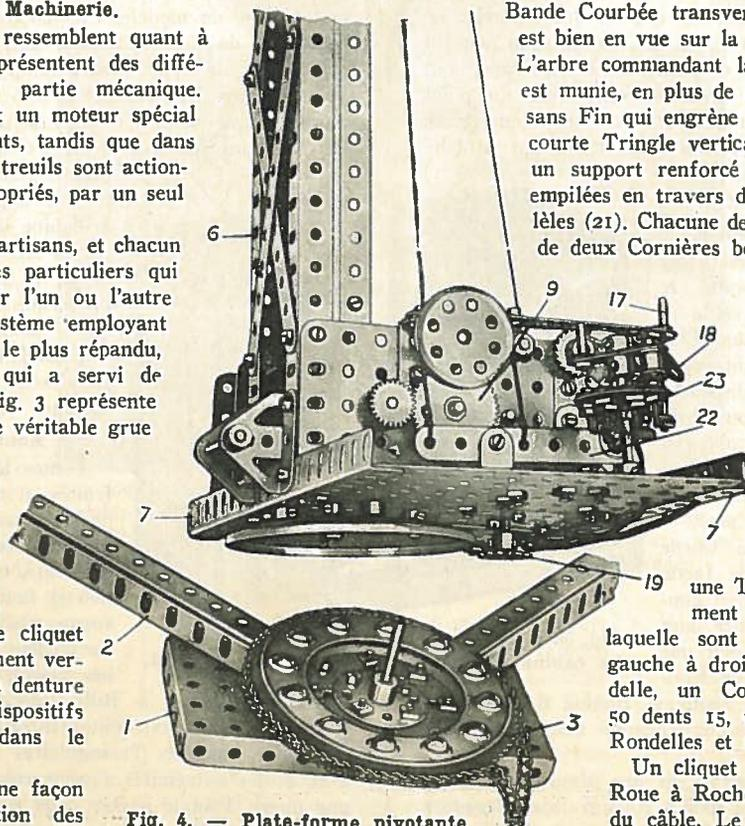
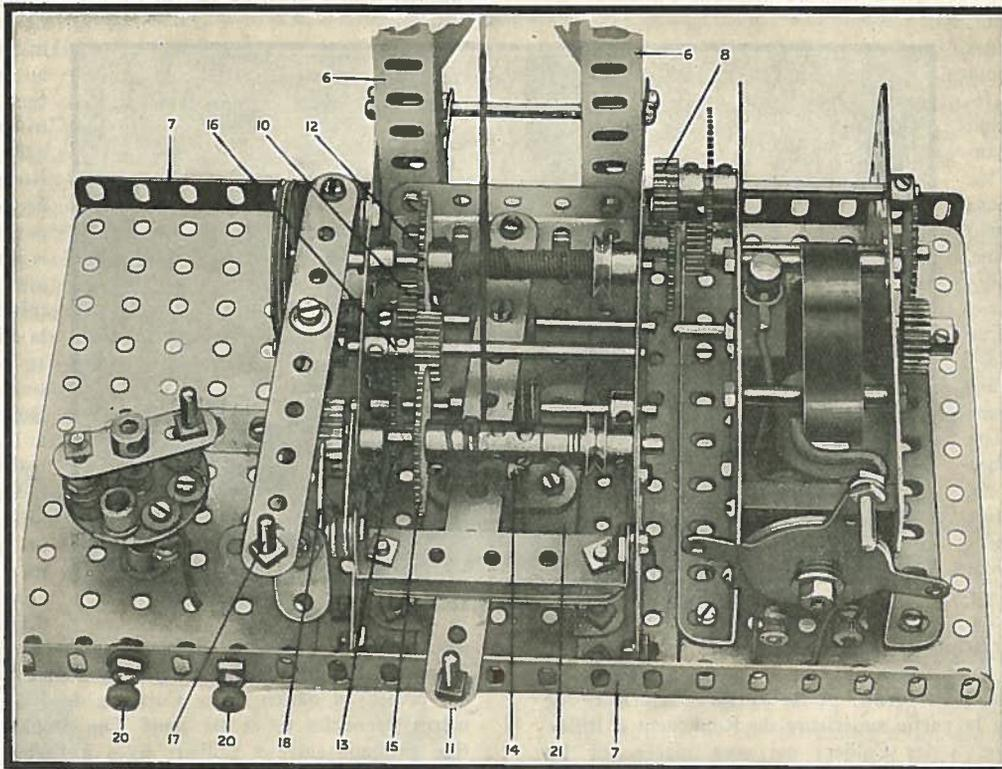

Fig. 4. — Plate-forme pivotante et machinerie du modèle.
Fig. 5. — La machinerie du modèle vue d'en haut.
Les côtés antérieurs des Cornières du mât, dont on voit la partie inférieure sur la Fig. 4 sont reliés au moyen de Bandes croisées de 14 $\frac{1}{2}$. La même gravure montre la façon dont le mât est fixé à la plate-forme, ou base pivotante, qui supporte la machinerie. Le pied du mât est fixé à une Cornière de 24 $\frac{1}{2}$ qui constitue le bord antérieur de la plate-forme dont le plancher consiste en trois Plaques sans Rebords de 14 \times 9 $\frac{1}{2}$. Des Embases Triangulées Coudées sont boulonnées au pied du mât et servent à tenir la Tringle sur laquelle pivote la flèche.
On voit sur la Fig. 4 les Colliers qui sont placés sur les Boulons de 12 $\frac{1}{2}$ fixant le Plateau à Rebord du Chemin de Roulement.
Les Fig. 4 et 5 montrent d'une façon claire et détaillée la disposition des engrenages et de tout le mécanisme mo-
teur du modèle Meccano. La Fig. 5 est une vue de l'ensemble ou mécanisme prise d'en haut, tandis que sur la Fig. 4 on voit un côté de la machinerie et le dessous de la plate-forme à laquelle elle est fixée.
Un Pignon de 19 $\frac{1}{2}$ placé sur la tige de l'induit du moteur engrène avec une Roue de 50 dents fixée à une Tringle de 6 $\frac{1}{2}$ traverse les parois du Moteur et qui est munie, à son extrémité opposée, d'un Pignon de 12 $\frac{1}{2}$. Ce dernier engrène avec une Roue de 57 dents située sur une autre Tringle montée au-dessus de la première. Sur la même Tringle se trouve un Pignon de 12 $\frac{1}{2}$ qui engrène avec une Roue de 57 dents fixée à une Tringle de 7 $\frac{1}{2}$ passée dans la paroi de la machinerie. Cette Tringle est munie, à son extrémité que l'on voit sur la Fig. 4 d'un Pignon de 19 $\frac{1}{2}$; ce Pignon engrène continuellement avec une Roue de 50 dents 9 fixée à l'arbre principal de la machinerie.
En faisant coulisser cet arbre dans ses supports on peut faire engrèner un Pignon de 19 $\frac{1}{2}$ 10 (Fig. 5) soit avec la Roue d'Engrenage 12 du treuil
de levage, soit avec la Roue 13 du mécanisme d'orientation de l'appareil. Les mouvements de l'arbre sont commandés par le levier qui pivote au milieu d'une Cornière de 6 $\frac{1}{2}$ boulonnée aux Cornières verticales 6, et est muni d'un Boulon de 9 $\frac{1}{2}$ dont la tige s'engage entre 2 Colliers fixés à l'arbre principal. Le levier fonctionne entre des Bandes de 6 $\frac{1}{2}$ séparées l'une de l'autre par des Rondelles et fixées par des Boulons de 12 $\frac{1}{2}$ au-dessous d'une Bande Courbée transversale de 60 \times 12 $\frac{1}{2}$. Cette dernière est bien en vue sur la Fig. 5.
que leurs rebords soient tournés dans des directions opposées. Une Roue Barillet est également boulonnée à cette partie de la Plaque, sous le support, de sorte que la Tringle passe par sa bosse. Une Roue Dentée de 19 $\frac{1}{2}$ 19 (Fig. 4) est fixée à l'extrémité inférieure de la Tringle.
Le treuil de levage est muni d'un frein semi-automatique 22 (Fig. 4). Tout en permettant le levage de la charge avec liberté parfaite ce système
La partie électrique du modèle est assez simple. Ses principaux éléments sont : le Moteur et un régulateur qui en règle la vitesse. On voit le régulateur à gauche de la machinerie, sur la Fig. 5; construit entièrement en pièces Meccano, ce dispositif présente un intérêt particulier. Nous donnons ici une brève description de cet appareil dont les lecteurs intéressés, trouveront une explication détaillée dans notre Manuel des Mécanismes Standard (M. S. N° 115).
Toutes les parties du modèle étant construites, il ne reste plus qu'à les assembler dans les positions qu'elles occupent dans les modèles. Cet assemblage ne présente aucune difficulté, comme on va le voir. En premier lieu il faut fixer la cabine (6) à la plate-forme pivotante, puis placer cette portion du modèle sur le pivot central (Fig. 4), en interposant entre les deux plateaux de rou-